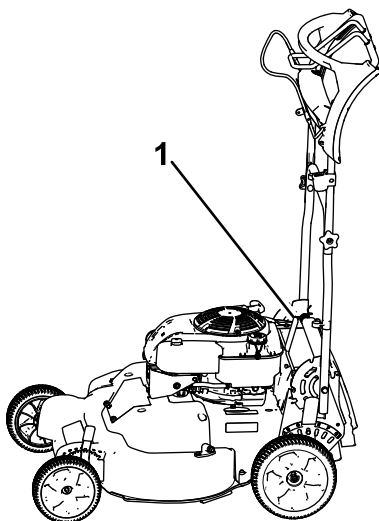

Figure 40
1. Verrouillez la poignée en position verticale (Figure 40); voir Réglage de la hauteur de la poignée (page 12).